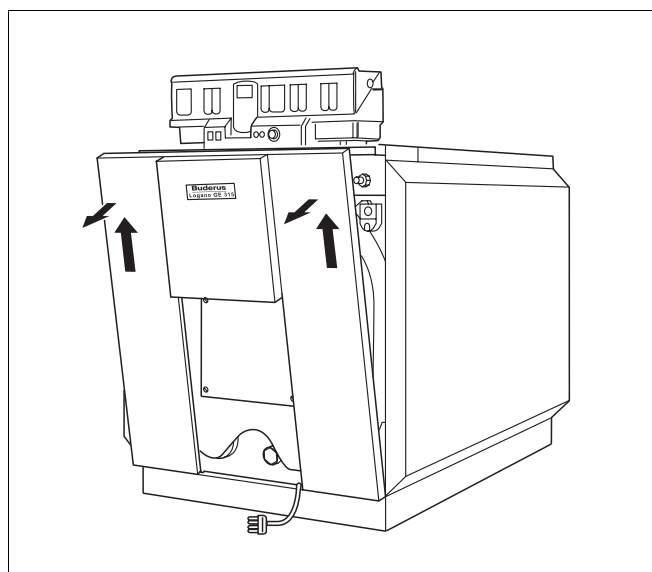

Bild 50 Vorderwand abnehmen
- ▶ Vorderwand leicht anheben und nach vorne abnehmen (Bild 50).